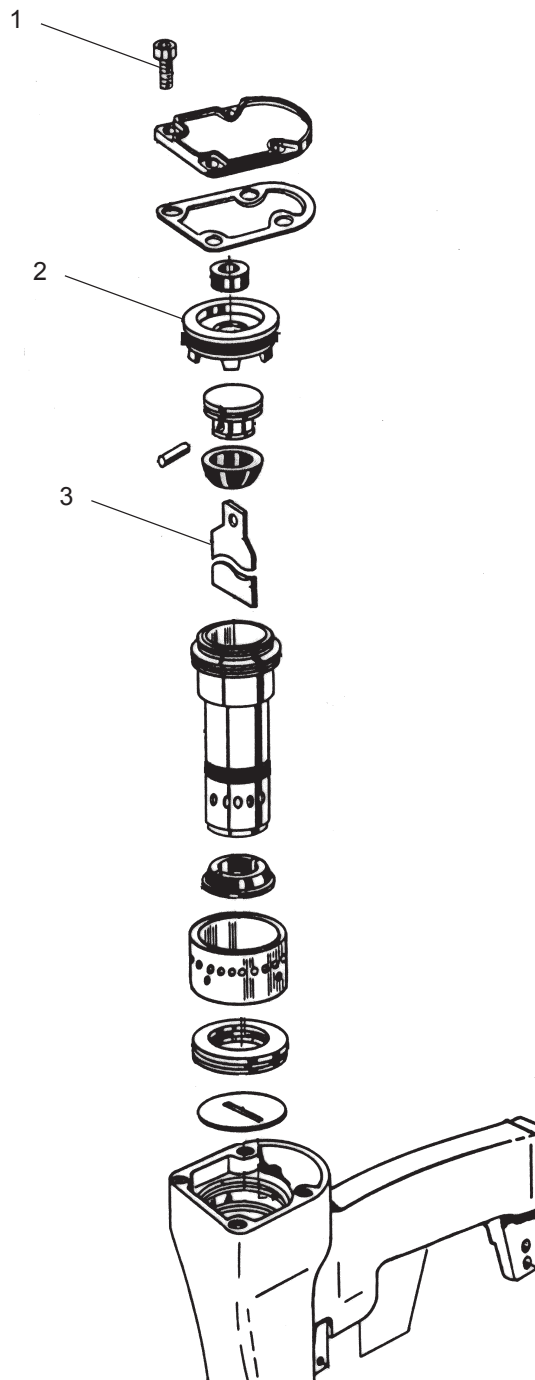

Fig. 8
- Demontera de fyra skruvarna till locket (Fig. 8/1).